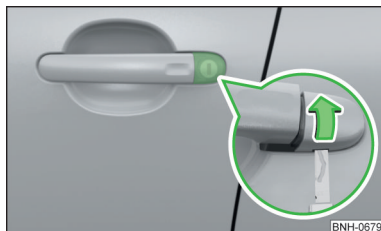

Fig. 255
- Introduceți cheia în fanta din partea de jos a capacului și rabatați capacul în sensul săgeții » fig. 255.